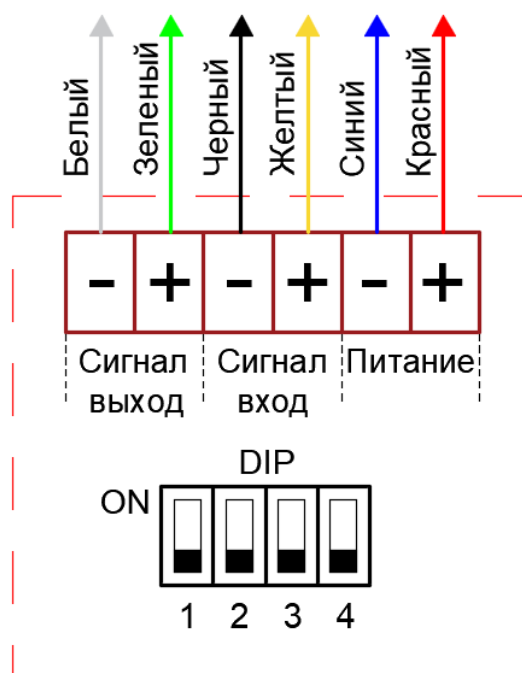

Рис. 3 – Схема подключения оповещателя с присоединенным заводским многожильным кабелем.
Оповещатель состоит из корпуса, внутри которого встроена электронная плата, световой излучатель и звуковой излучатель (пьезоэлемент) – соответственно для звукового и комбинированного оповещателя. Корпус с платой и элементами оповещения является неразборной. К извещателю присоединен многожильный кабель. Назначение жил кабеля указано на рис.3.
Назначение переключателя DIP («1-4»), расположение на рис. 3а и 3б.
3.1.1 Работа по 2-х проводной схеме подключения (рис. 3)
3.1.2 Работа по 4-х проводной схеме подключения (рис. 3)
- произвести электрический монтаж в соответствии со схемами подключения, приведенными в настоящем документе, рис. 3;